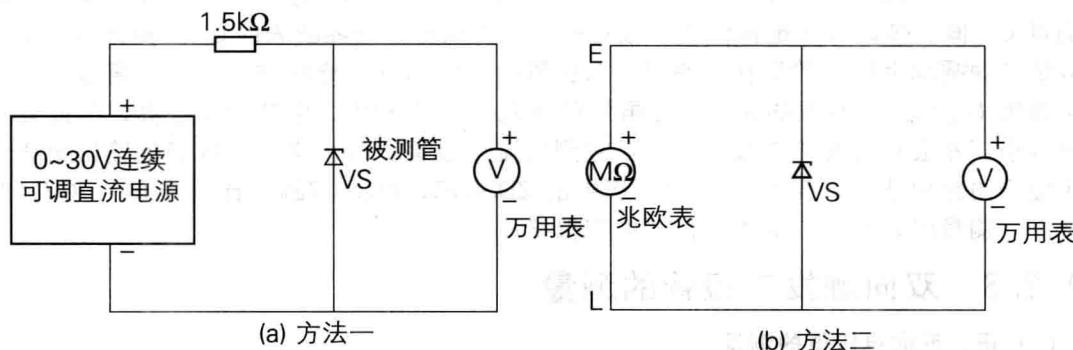

图 1-5 稳压管稳压值的测量方法
① 业余条件下估测。先将一块万用表置于  $R \times 10k$  挡，其黑、红表笔分别接在稳压管的阴极和阳极，这时就模拟出稳压管的实际工作状态，再取另一块表置于电压挡  $V \times 10V$  或  $V \times 50V$ （根据稳压值）上，将红、黑表笔分别搭接到刚才那块万用表的黑、红表笔上，这时测出的电压值就基本上是这个稳压管的稳压值。说“基本上”，是因为第一块表对稳压管的偏置电流相对正常使用时的偏置电流稍小些，所以测出的稳压值会稍偏大一点，但基本相差不大。这种方法只可估测稳压值小于指针表高压电池电压的稳压管。如果稳压管的稳压值太高，就只能用外加电源的方法来测量了（这样看来，在选用指针表时，选用高压电池电压为 15V 的要比 9V 的更适用些）。
② 基于外部电源测量稳压二极管的稳压值。采用 0~30V 连续可调直流电源测量稳压二极管稳压值电路如图 1-5 (a) 所示，对于 13V 以下的稳压二极管，可将稳压电源的输出电压调至 15V，将电源正极串接 1 只  $1.5k\Omega$  限流电阻后与被测稳压二极管的负极相连接，电源负极与稳压二极管的正极相接，再用万用表测量稳压二极管两端的电压值，所测的读数即为稳压二极管的稳压值。若稳压二极管的稳压值高于 15V，则应将稳压电源调至 20V 以上。
也可用低于 1000V 的兆欧表为稳压二极管提供测试电源，参数电路如图 1-5 (b) 所示。其方法是：将兆欧表正端与稳压二极管的负极相接，兆欧表的负端与稳压二极管的正极相接后，按规定匀速摇动兆欧表手柄，同时用万用表监测稳压二极管两端电压值（万用表的电压挡应视稳定电压值的大小而定），待万用表的指示电压指示稳定时，此电压值便是稳压二极管的稳定电压值。若测量稳压二极管的稳压值忽高忽低，则说明该二极管的性不稳定。